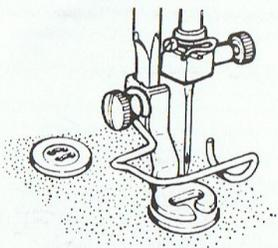

Abb. 29
H) Annähen von Knöpfen (Abb. 29)